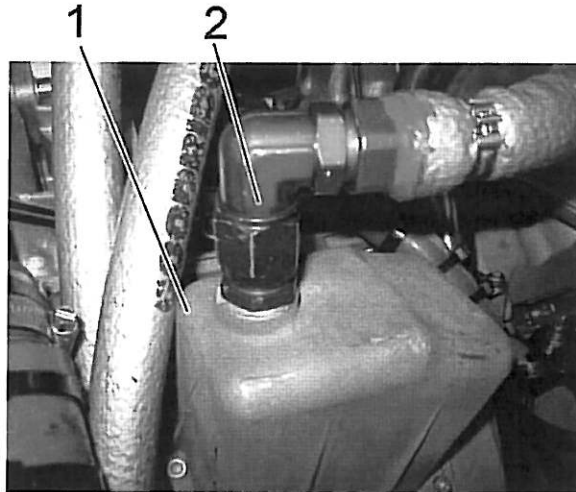

Bild 1 / Fig. 1
4. Den Anschluss der Blow-by Leitung am Vorabscheider lösen. Siehe Bild 1.
4. Detach the blow-by line at the pre-separator. See Fig. 1.